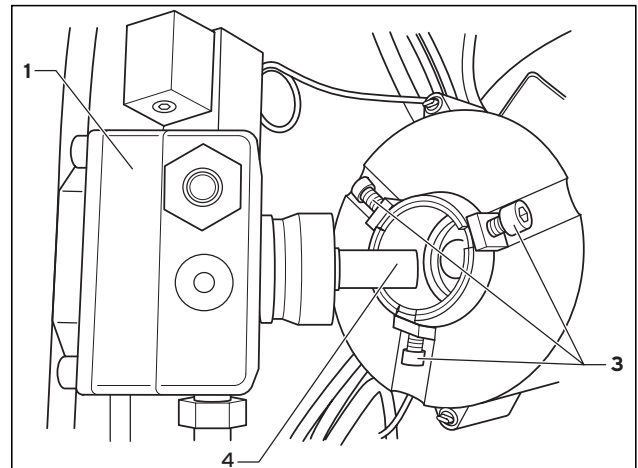

Abb. 8.14 Ölpumpe austauschen
- Lösen Sie die Düsenstockleitung (2) mit einem Gabelschlüssel SW 10.
- Lösen Sie die drei Schrauben (3) (siehe Abb. 8.14) am Gebläsemotor mit dem 4-mm-Innensechskantschlüssel.